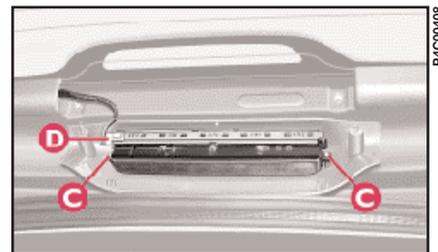

fig. 22
2) Dévisser les deux vis **C** (fig. 22), débrancher le connecteur **D** et séparer le groupe transparent du revêtement **B**.